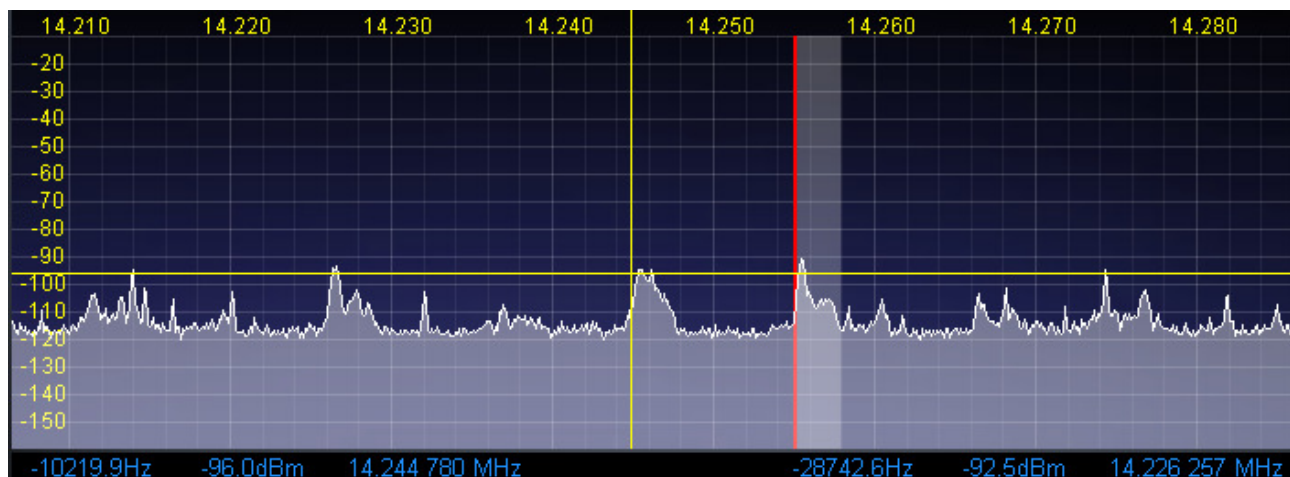

Abbildung 60: Position von Fadenkreuz/Cursor und Lage des stärksten Signals
- Bei den Anzeigentypen im Frequenzbereich (Spectrum, Panadapter, Histogram, Waterfall), durchläuft man mit jedem Rechts-Klick auf die Maus nacheinander *gelbes Fadenkreuz*, *rotes Fadenkreuz* (letzteres nur, wenn **SPLT** oder **MultiRX** aktiviert ist), oder *kein Fadenkreuz*. Das Fadenkreuz nimmt die gesamte Breite bzw. Höhe der Grafikanzeige ein. Ein Beispiel für ein gelbes Fadenkreuz zeigt Abbildung 60.
- In Verbindung mit dem **AVG**-Button erlaubt Ihnen ein Fadenkreuz einfaches Messen von Signalen am Bildschirm. Ein Beispiel: in Abbildung 60 liegt die Cursor-Position -10219.9 Hz neben der VFO- Frequenz und zwar auf der Frequenz 14.244780 MHz. Die horizontale Linie des Fadenkreuzes liegt auf -96.0 dBm.